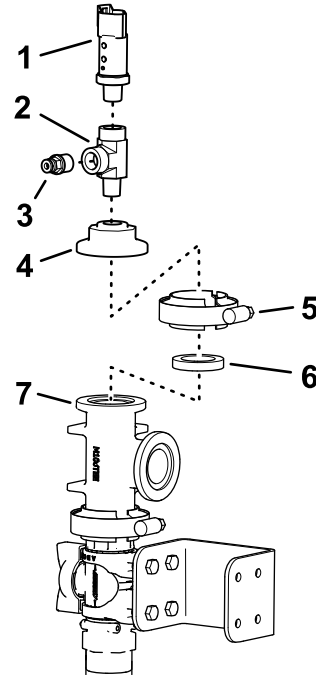

Bild 43
8. Tragen Sie PTFE-Dichtungsmittel auf das Gewinde an der Kupplung auf und befestigen Sie diese am T-Anschlussstück (Bild 43).
9. Tragen Sie PTFE-Dichtungsmittel auf das Gewinde des T-Anschlussstücks auf und schließen Sie das T-Anschlussstück am Anschlussstückdeckel an (Bild 43).
10. Befestigen Sie den Druckwandler am T-Anschlussstück wie auf Bild 43 abgebildet.
11. Befestigen Sie den Anschlussstückdeckel und Umwandlerbaugruppe mit einer Dichtung und Flanschklemme am Regelventil und ziehen Sie die Klemme mit der Hand an (Bild 43).